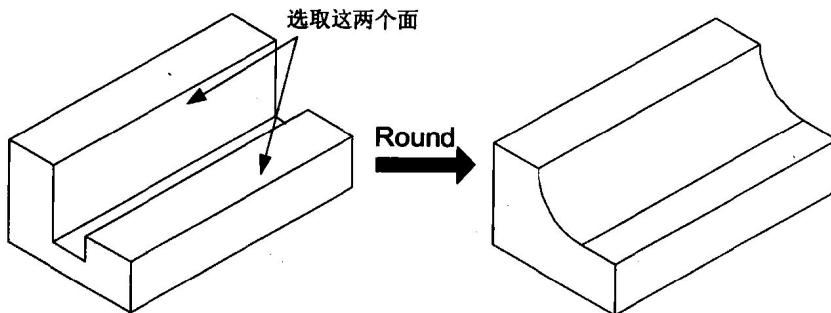

图 1.8
(2) 圆角的参考几何
- Surf-Surf: 在两个面之间生成圆角曲面，这两个面并不需要有共同的边。例如，图 1.8 就是以 Surf-Surf 的方式选取两个不相邻的面来做圆角的。